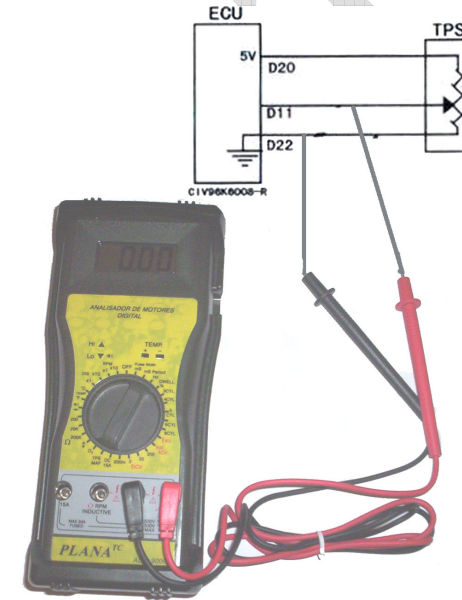

Fig.21
- Pegue o cabo de teste do **ADM-9000** e conecte as garras preta e vermelha conforme indicado na Fig.21;